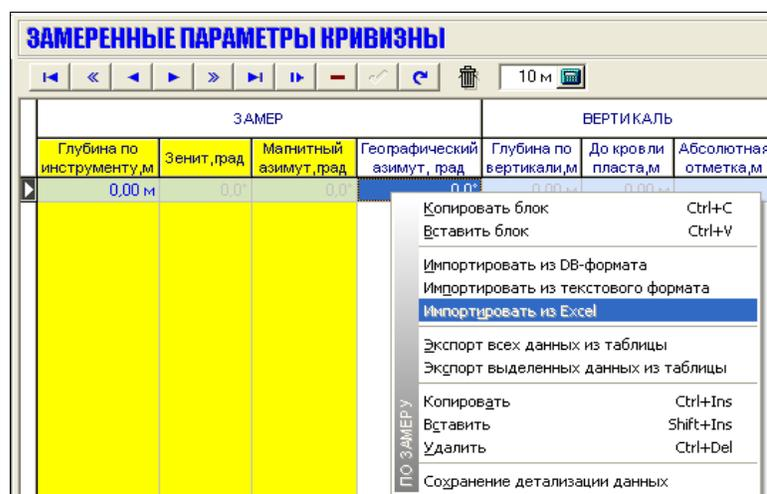

Рис. 24. Вспомогательное меню импорта и экспорта данных по параметрам кривизны скважины
Для импорта данных из файла Excel в таблицу параметров кривизны, нажимаем на правую клавишу мыши, после чего появляется выпадающее меню *таблицы параметров кривизны* (рис. 24).
- **Экспорт всех данных из таблицы** – позволяет экспортировать все данные из таблицы в текстовый файл (рис. 24);